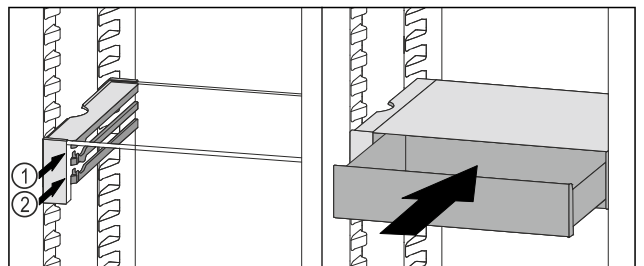

Fig. 94
- ▶ Встановити висувний ящик VarioSafe за стопорами на потрібне ребро Fig. 94 (1) або Fig. 94 (2).